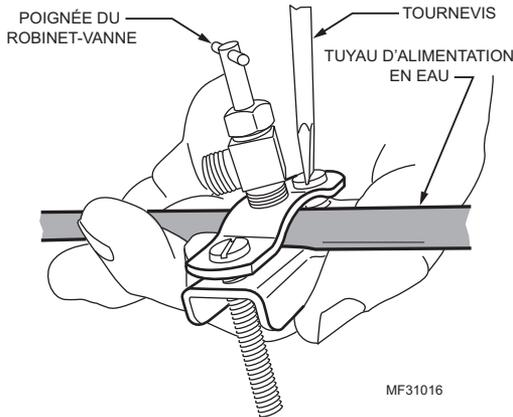

Fig. 8. Installation du robinet-vanne à étrier.
2. Utiliser le robinet-vanne à étrier autoperceur (fourni) pour percer le tuyau d'alimentation d'eau au bon endroit. Voir la figure 8. Pour percer un trou dans un tuyau d'acier galvanisé, vider le tuyau, puis faire un avant-trou de 4,48 mm (3/17 po) pour le robinet-vanne à étrier. Le robinet-vanne ne doit pas servir de régulateur de débit d'eau; il doit être soit ouvert, soit fermé.